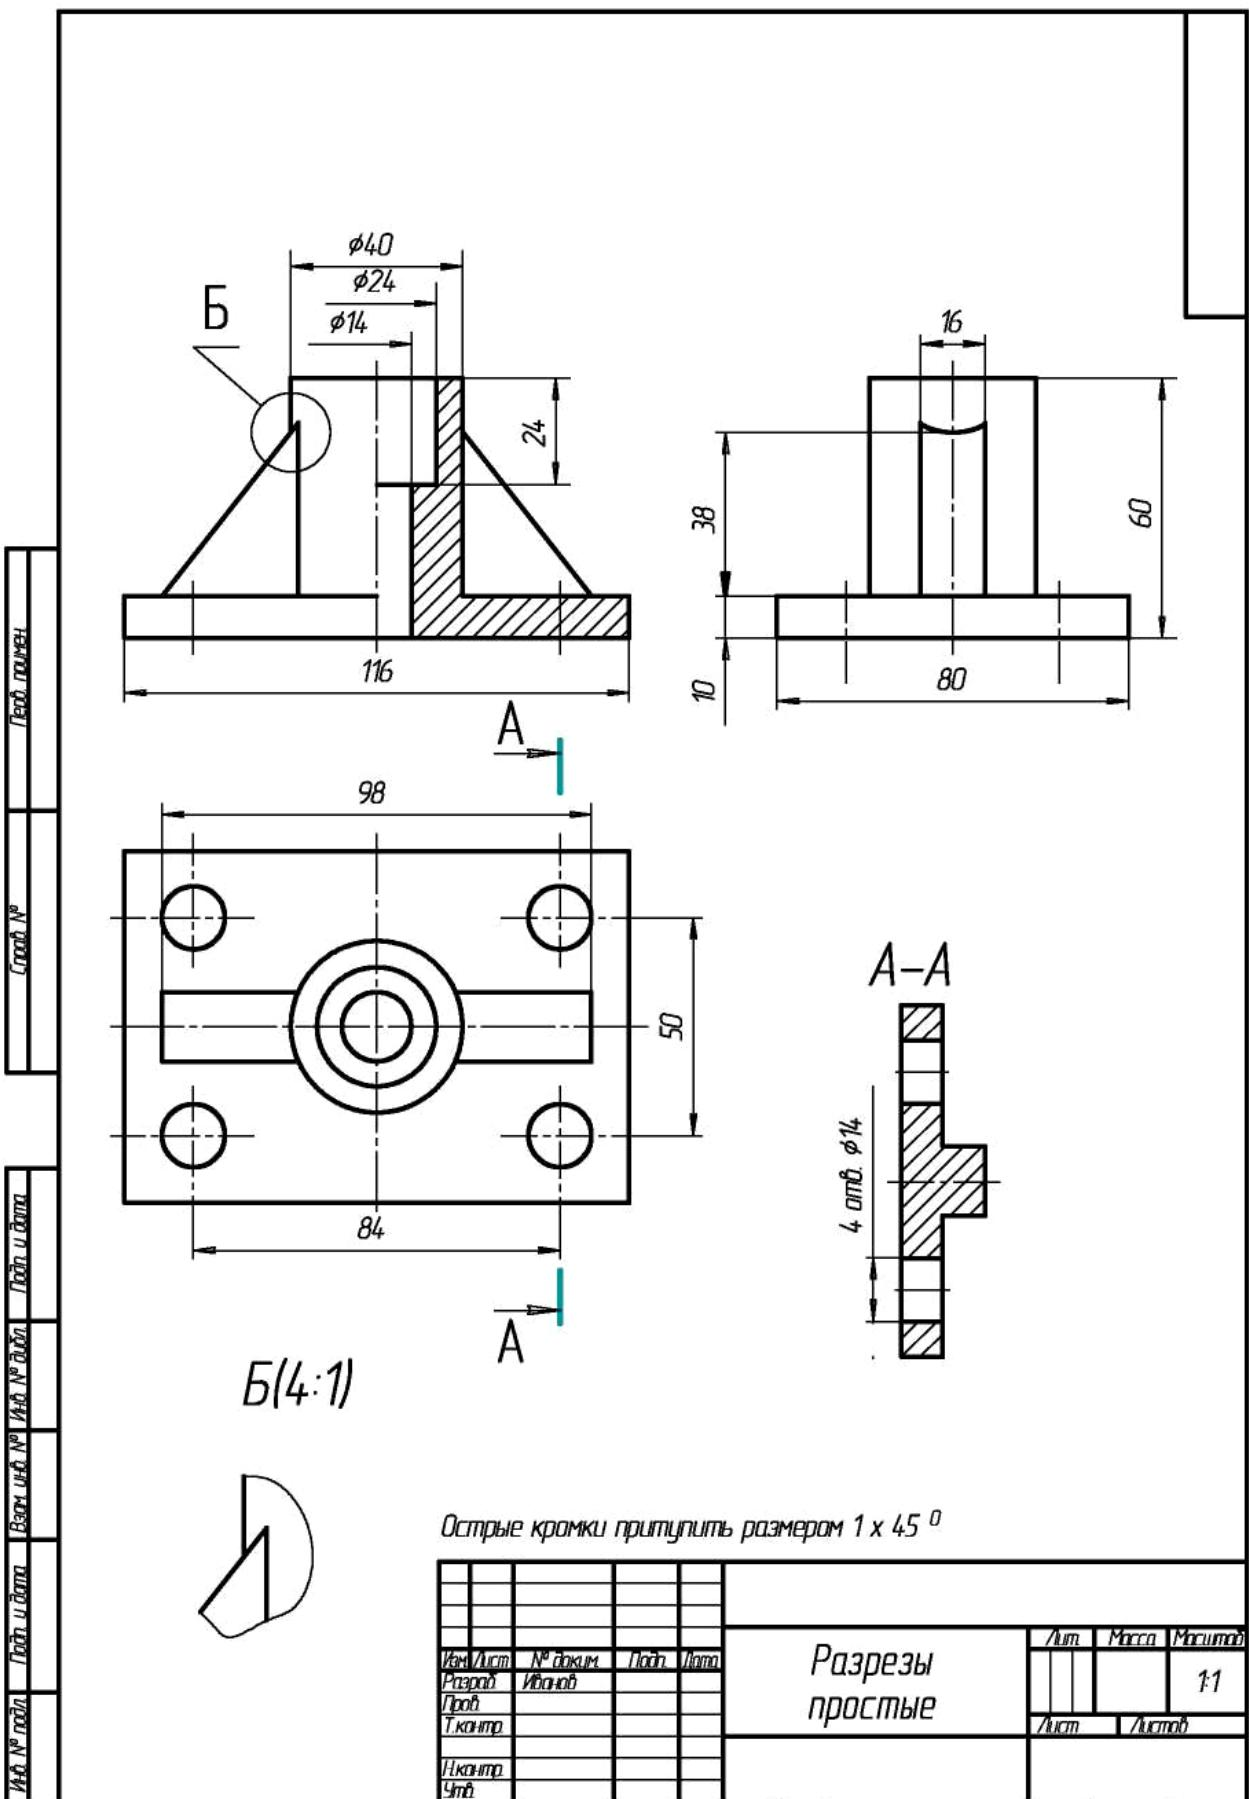

Рисунок 3.22 - Пример выполнения задания «Разрезы»
9. Нанести размеры детали на чертеже. Заполнить основную надпись. Окончательный вид чертежа показан на рис. 3.22.